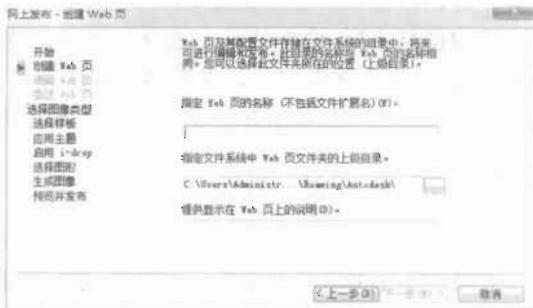

图 17-39
(4) 在“创建 Web 页”面板中输入要创建的 Web 页名称（AutoCAD 用此名创建文件夹，并把与该 Web 页有关的所有文件放置在此文件夹中），再单击  按钮，选择要创建此文件的地方，最后单击“下一步”按钮，如图 17-39 所示。如果在系统上已保存有 Web 页文件，可以使用相同的位置。